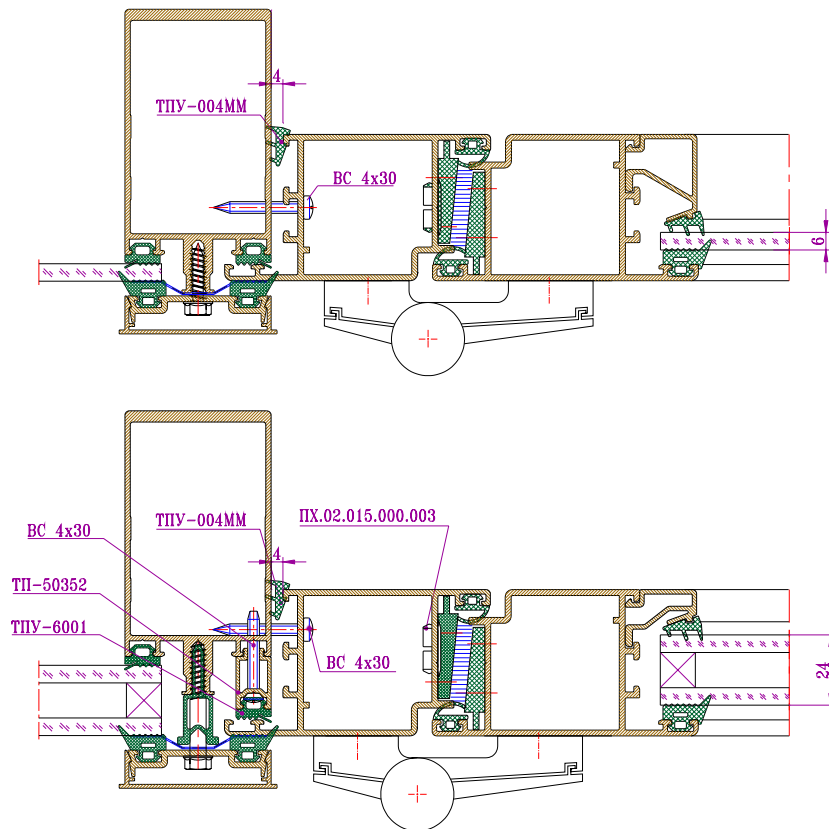

Рис.6-23 Установка и крепление двери со стеклом, стеклопакетом в витраж
- Установить дверь в проем витража (рис.6-23);